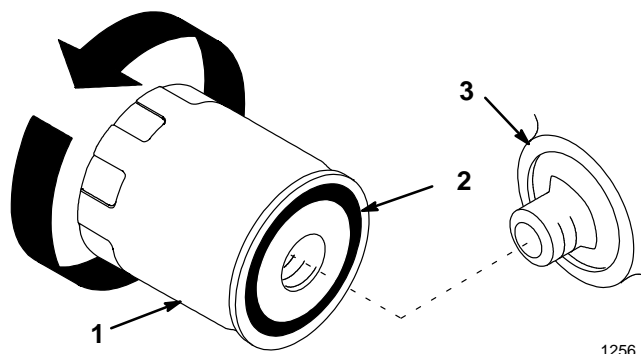

Figure 46
2. Déposer le filtre à huile usagé de la boîte-pont et essuyer la surface de joint de l'adaptateur du filtre (Fig. 46).
3. Enduire d'une mince couche d'huile fraîche le joint de caoutchouc du filtre neuf (Fig. 46).
4. Monter le nouveau filtre à huile de transmission sur l'adaptateur, en vissant le filtre dans le sens des aiguilles d'une montre jusqu'à ce que le joint de caoutchouc touche l'adaptateur, puis en le vissant encore de 3/4 de tour supplémentaire (Fig. 46).